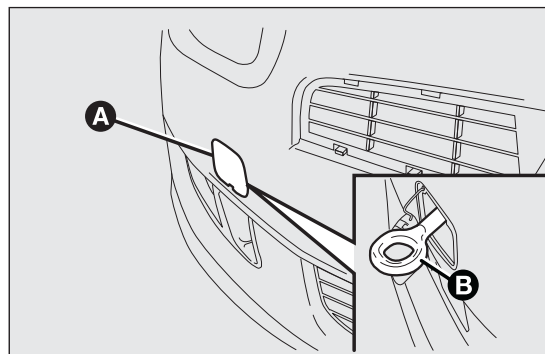
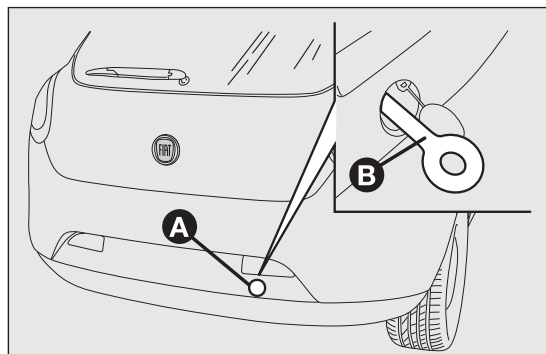

fig. 174
fig. 175
- ☐ desenganchar el tapón actuando en la lengüeta A fig. 174—fig. 175;